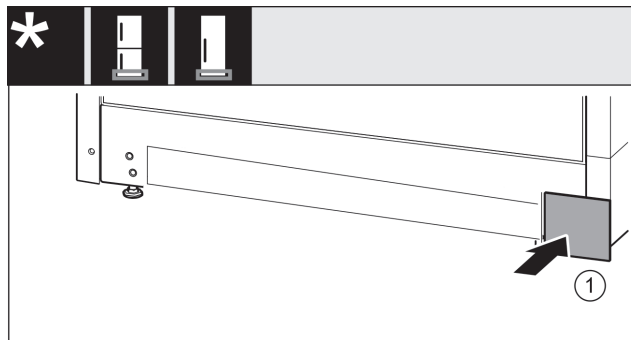

Fig. 16
- ▶ Pokrov Fig. 16 (1) ponovno namestite na drugi strani.